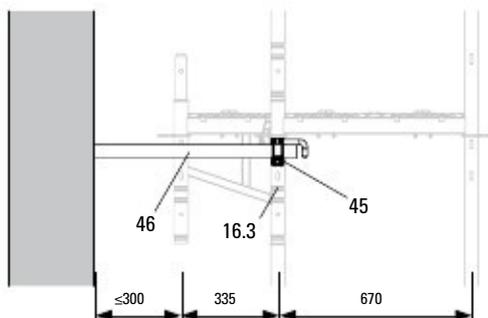

Fig. E1.09
Закрепете стенната свързка UWT (46) със свързка за стойка или държач EWC (45) към вътрешната тръба (16.3) на Easy Frame EVF. Краят на тръбата без кука е разположен към стената. (Fig. E1.09 + E1.10)